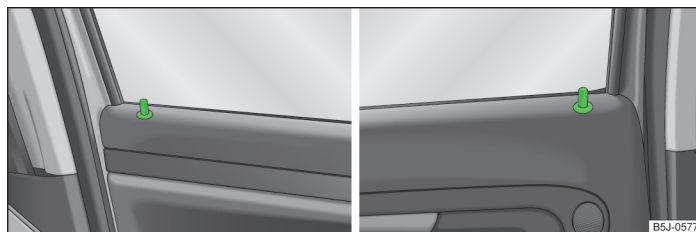

Fig. 12 Pulsador de cierre de seguridad en la puerta delantera/en la puerta trasera
Al desbloquear o bloquear la puerta, el pulsador de cierre de seguridad correspondiente » fig. 12 sube o baja, respectivamente.
- Presionar el pulsador de cierre de seguridad » fig. 12.